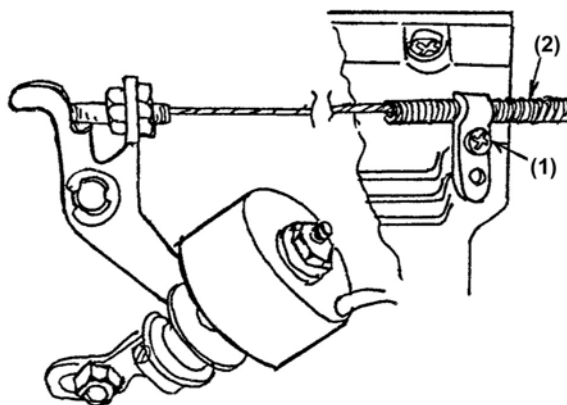

Рис. 21
- Чтобы увеличить подъем диска, ослабьте винт (Рис. 21 (1)) и сдвиньте право проводок, отпускающий нить (2).
- Чтобы уменьшить величину подъема диска, ослабьте установочный винт (1) и сдвиньте влево проводок, отпускающий нить (2). После проведения настройки, плотно затяните винт (1).